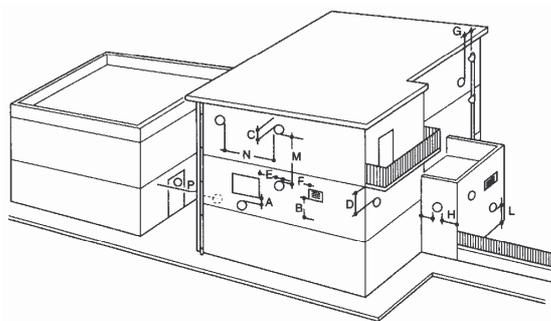

Fig.4
- Viene determinata dalla posizione dell'attacco dei condotti fumi (Fig. 4) e **collocata in un luogo coperto e protetto**, in accordo con la normativa UNI 7129/7131 e alle disposizioni comunali.